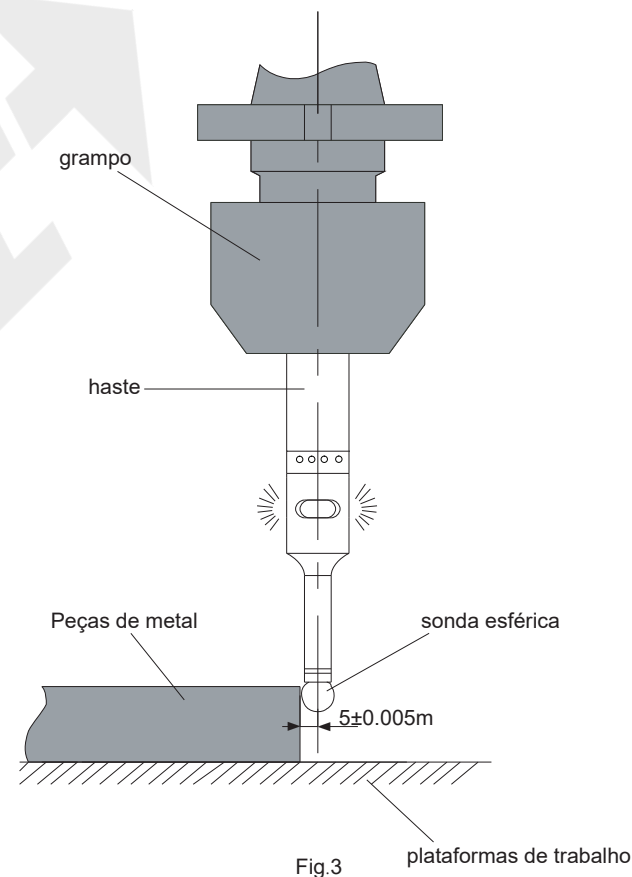

Fig.3
2. A haste é conduzida até a peça de trabalho de metal por meio da pinça e da mesa e, quando a sonda esférica entra em contato com a peça de trabalho, o LED acende e a campainha do 6566-3 soa ao mesmo tempo (Fig.3). Nesse ponto, a distância do eixo em relação à superfície da peça de trabalho é de $5 \pm 0,005$ mm.